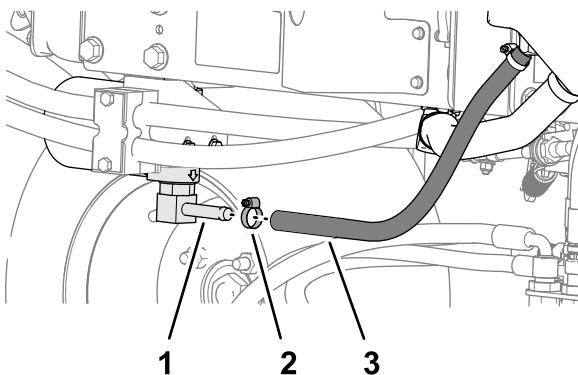
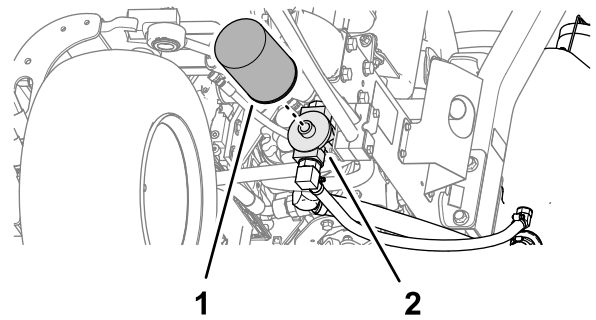

Figure 83
Figure 84
2. Débranchez le flexible hydraulique (Figure 83) ou déposez le filtre hydraulique (Figure 84) et faites couler le liquide hydraulique dans un bac de vidange.